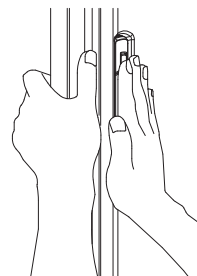

図3
3. 扉を押さえ、取手を手のひら全体で本体側に押しつけてください。(図3)